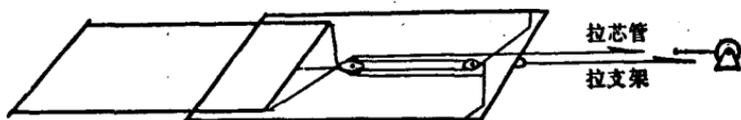

图2 穿绳、绕线示意
**装滑轮并穿绕钢丝绳：**照图纸要求安装，穿绳、绕线示意如图2。